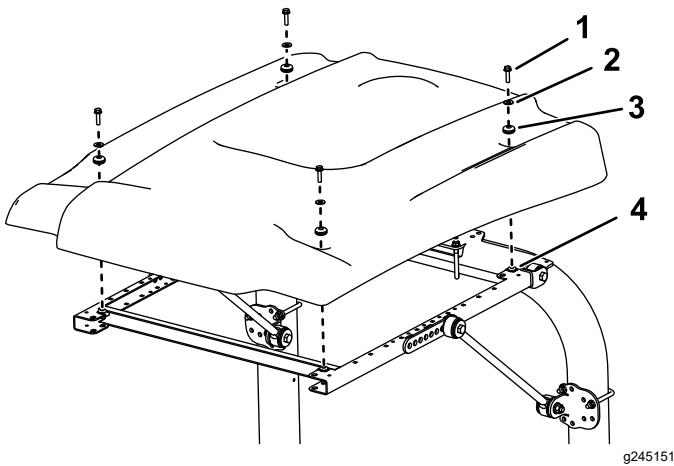

Рисунок 45
9. Выравнивая монтажные отверстия, расположите солнцезащитный навес на раме, как показано на Рисунок 45.
10. Установите каждый угол солнцезащитного навеса на раму с помощью болта с фланцевой головкой (5/16 x 1 1/4 дюйма), малой шайбы и уплотнительной втулки, не затягивая их (Рисунок 45).